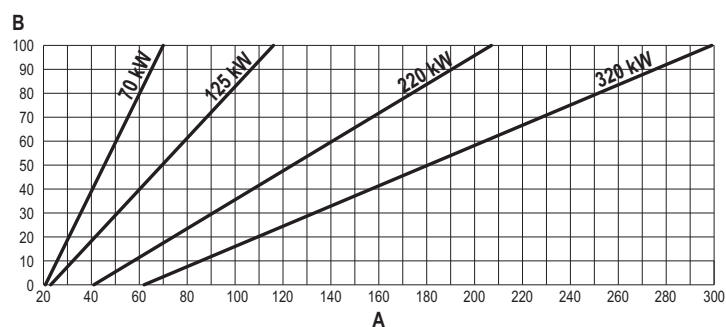

fig. 63
- Pulse las **teclas contextuales 1 y 2** para aumentar o disminuir la capacidad térmica (mínima = 00 - máxima = 100). Vea el diagrama "Regulación de la capacidad térmica" (fig. 63).